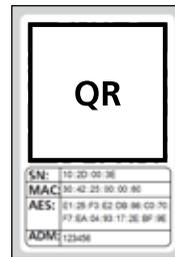

Abb. 3
- 3 Sie erhalten eine Aufforderung, den mitgelieferten QR-Code des Motorschlösses mit der Kamera des Smartphones einzuscannen. Der QR-Code befindet sich auf dem Aufkleber, welcher der Verpackung beiliegt (Abb. 3).